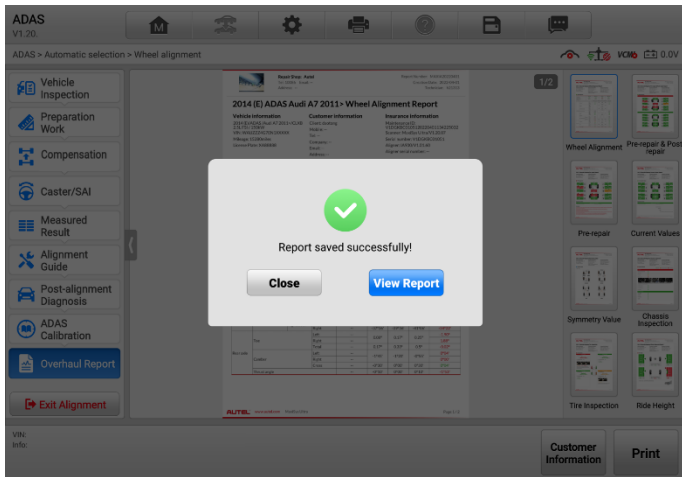

図 4-79 レポート保存画面 3
- 1) レポートの保存に成功したら、「レポートの表示」をタップします(図 4-79 レポートの保存画面 3 を参照)。または、データマネージャーから「クラウドレポート」をタップしてレポート一覧画面に入ります。